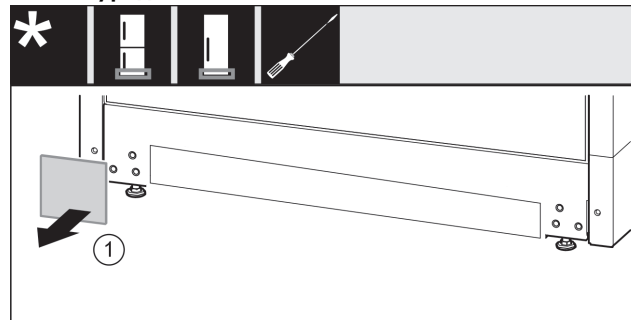

Fig. 17
- ▶ Свалете капака Fig. 17 (1).